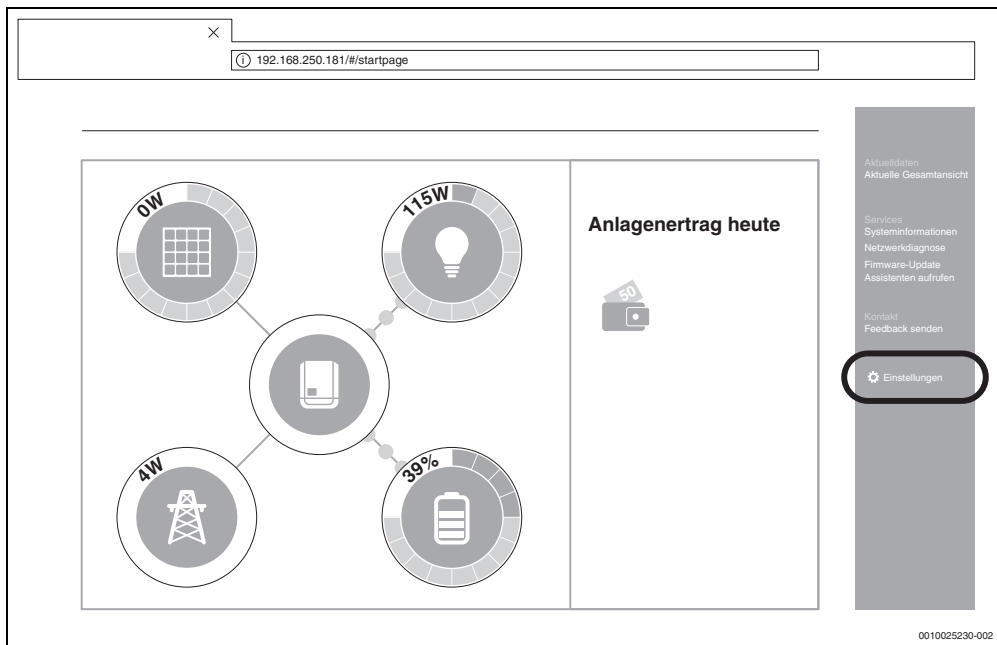

Bild 13 Datamanager (Für die Fronius Gen24 Plus-Wechselrichter kann die Darstellung in der Web-UI abweichen)
Die Komponenten sind richtig verbunden, wenn die Übersicht des Fronius Datamanagers der Anzeige in Bild 13 entspricht. Die Anzeige der Batterie (unten rechts) ist optional und kann je nach System entfallen.
8. Im Reiter rechts auf **Einstellungen** klicken (→ Bild 13).